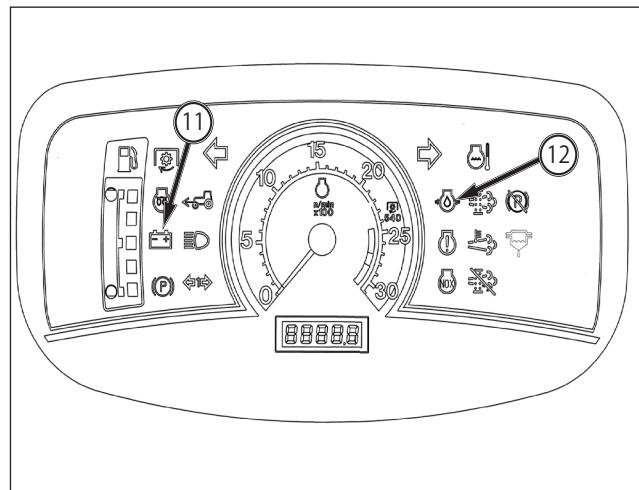

FIG. 54
FIG. 54 : le témoin de charge de la batterie (11) et le témoin de pression d'huile moteur (12) situés sur la rangée des témoins doivent s'éteindre quand le moteur démarre. Si l'un de ces témoins reste allumé, COUPEZ IMMÉDIATEMENT LE MOTEUR et recherchez la cause du problème.